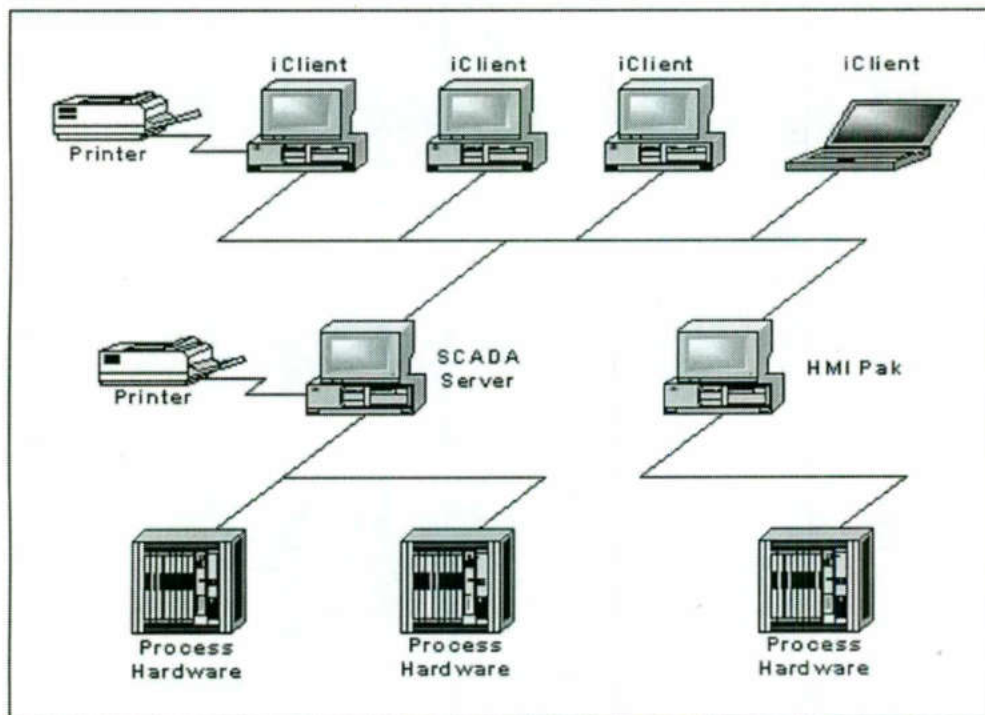

Figura 2-2: Ejemplo de una Configuración Distribuida
- la Figura 2-2 muestra una arquitectura distribuida iFIX